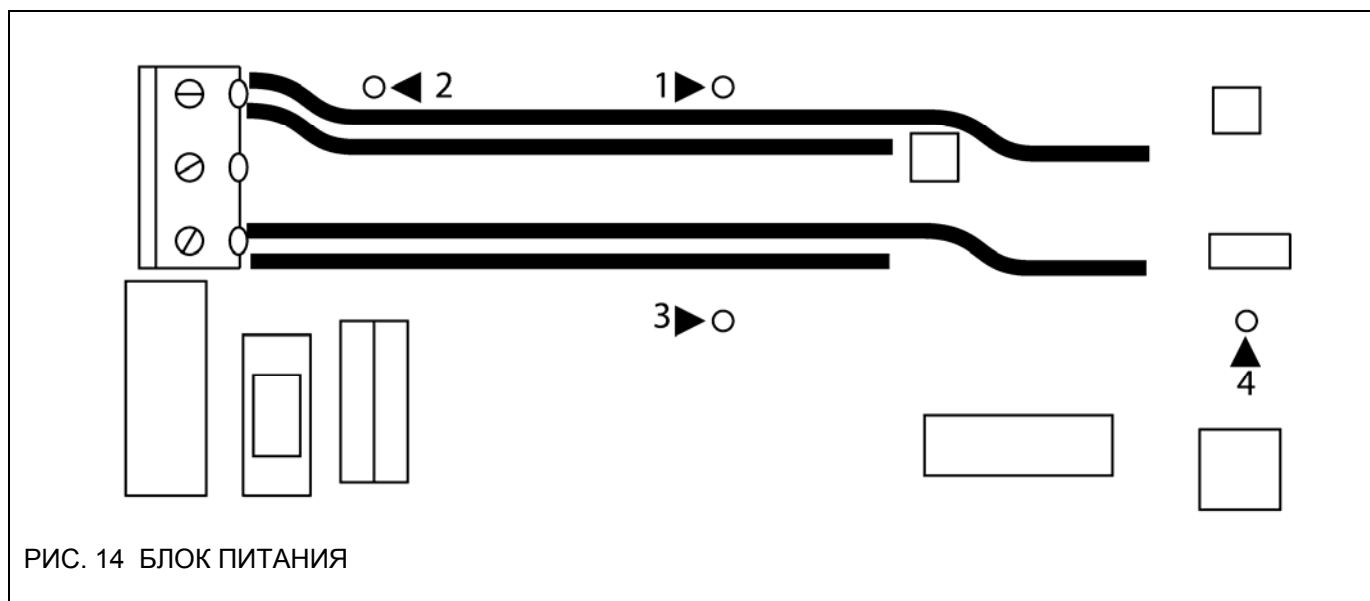

РИС. 14 БЛОК ПИТАНИЯ
7. Открутите 4 винта, отмеченных черными треугольниками (см. рис. 14 ниже).